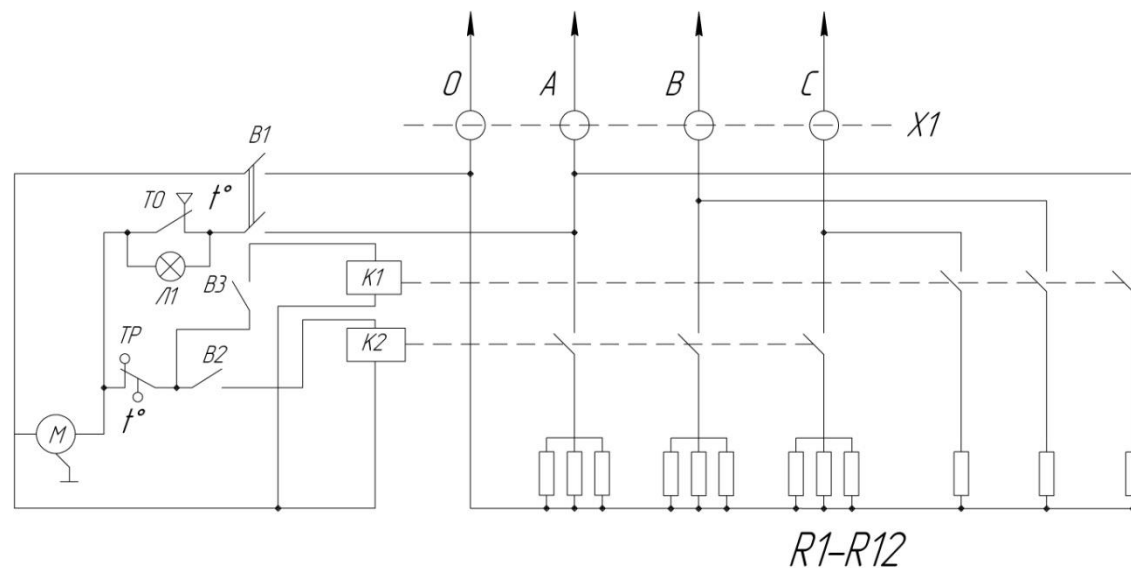

Рис.2
Установить клавишу (2) включения вентилятора (см. рис.2) в положение «I», при этом начинает работать вентилятор и загорается подсветка клавиши.
В случае ненормальной работы тепловентилятора, встроенный в схему термоограничитель с самовозвратом отключает нагревательные элементы и электродвигатель, при этом загорится сигнальная лампочка включения защиты (1) (см.рис.2)